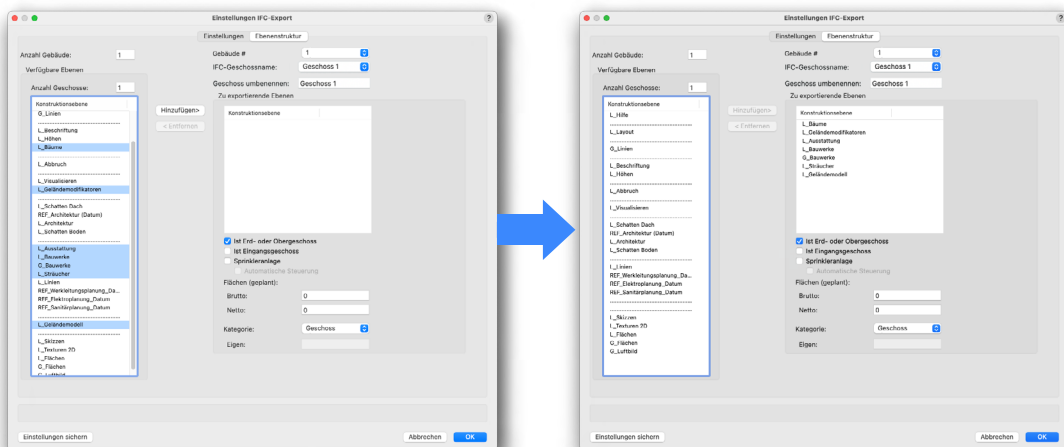

Abb. 30: Geschossnamen in der IFC-Datei
3. Klicken Sie auf „Ebenenstruktur“, um anzugeben, welche Ebenen exportiert werden sollen. Mit „IFC-Geschossname“ und „Geschoss umbenennen“ legen Sie die Geschossnamen in der IFC-Datei fest (ABB. 30). Wurde ein Geländemodell auf der Geschossebene „Grundstück“ erstellt und für IFC gemappt, wird es ebenfalls einbezogen. Die Zuordnungen können auch manuell gesteuert werden. Geben Sie die zugehörigen Gebäude- oder Standortdaten für jede der zugeordneten Ebenen an.